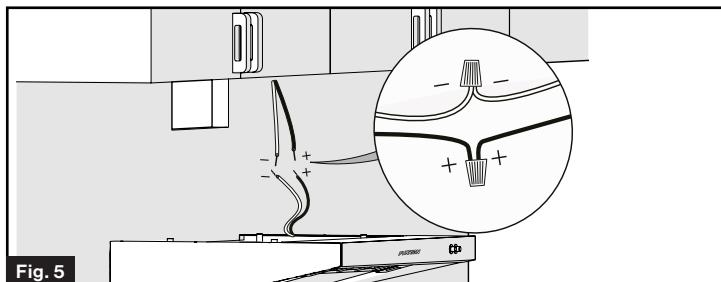

Fig. 5
4. Connectez les fils de capot de gamme à une source d'alimentation 12V du fond de l'armoire. Connectez le blanc(-) sur blanc(-), noir(+) sur noir(+). (Fig. 5)